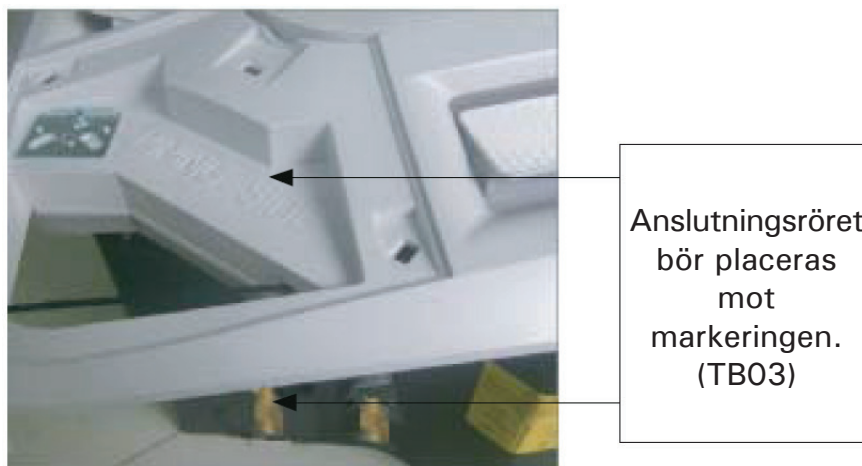

Fig.27
- (1) Passa in panelen mot huvuddelen genom att matcha svingmotorns position mot den dekorerade delen av panelen och passa in rördragningen i panelen mot motsvarande rördragning i enheten (se Fig.27).
- (2) Montera dekorspanelen.